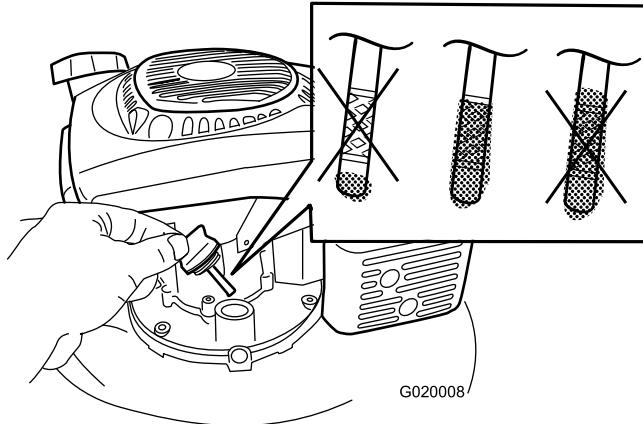

Figure 9
- Retirez la jauge, essuyez-la sur un chiffon propre puis remettez-la dans le goulot de remplissage, **sans la visser** (Figure 9).
- Sortez de nouveau la jauge et contrôlez le niveau d'huile (Figure 9). Si le niveau n'atteint pas le repère minimum (Add) sur la jauge, versez **lentement** une quantité d'huile suffisante dans le goulot de remplissage pour faire monter le niveau jusqu'au repère maximum (Full). **Ne remplissez pas excessivement.** (Remplissage max. : 0,65 l (22 oz), type : huile détergente SAE 30 de classe de service API SJ, SL ou supérieure.)